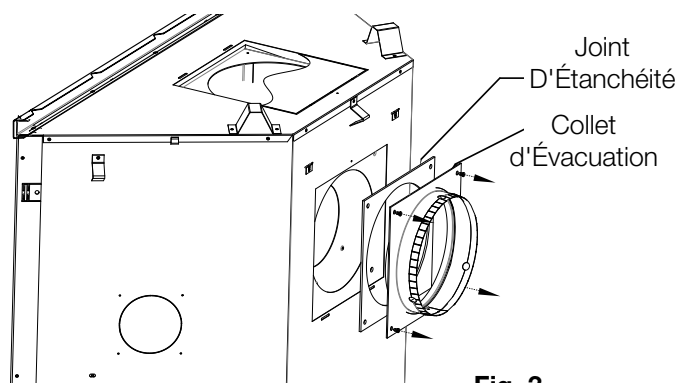

Fig. 3
- Installez l'assemblage du collet de 7", complet avec le joint d'étanchéité sur le panneau arrière autour du collet de 4" (101,6mm) avec les vis fourni (**Fig. 3**).